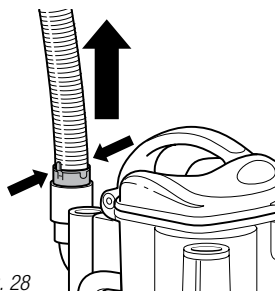

Fig. 28
- Détachez le tuyau extensible à l'arrière de l'aspirateur portatif *Lift-Away*^{MD} en pressant les onglets ensemble et en tirant le tuyau vers le haut. (Fig. 28) Redressez le tuyau souple et inspectez l'intérieur pour détecter toute obstruction.